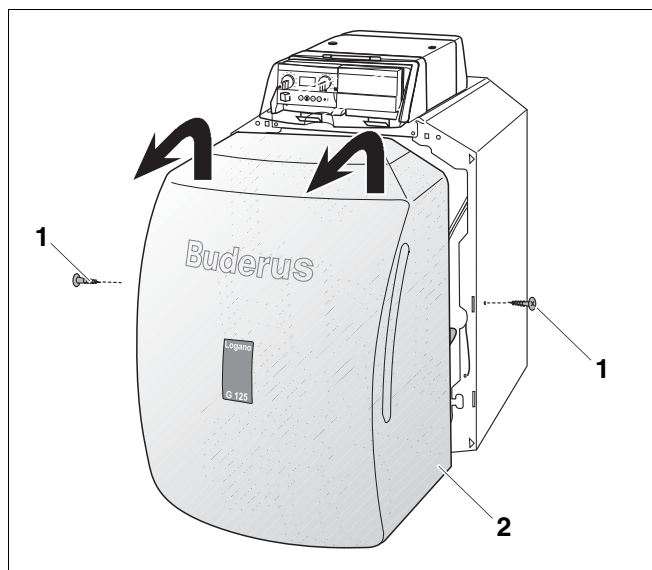

Рис. 4 Демонтаж кожуха горелки
- Выверните винты слева и справа на отопительном котле (рис. 4, **поз. 1**).
- Немного приподнимите кожух горелки (рис. 4, **поз. 2**) и снимите его, подав на себя.